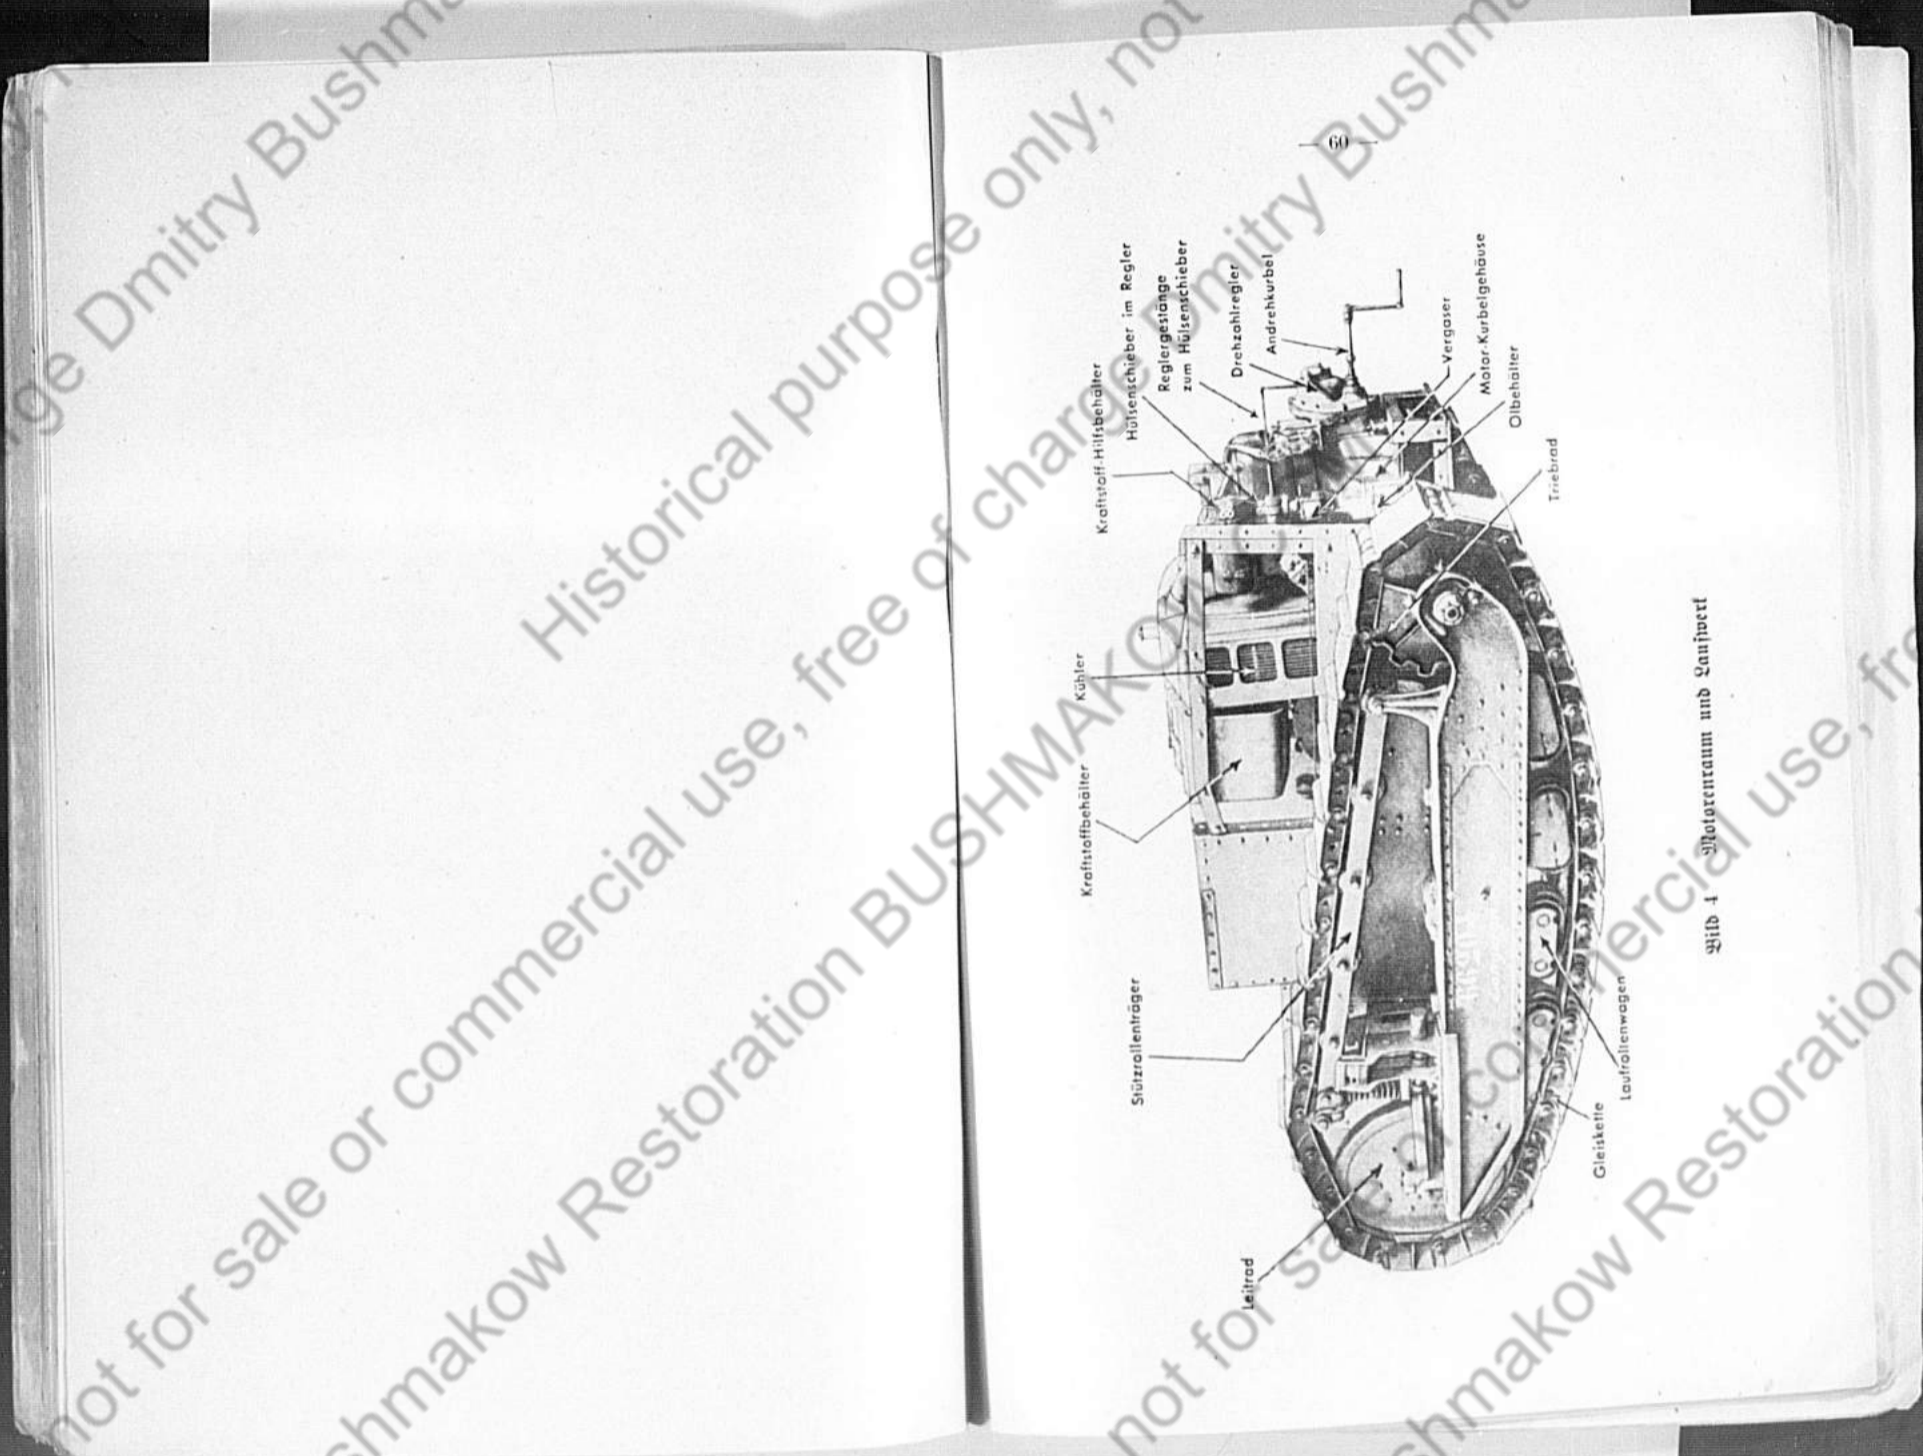

Bild 4 Motorenraum und Laufwerk
- Bild 4 Motorenraum und Laufwerk